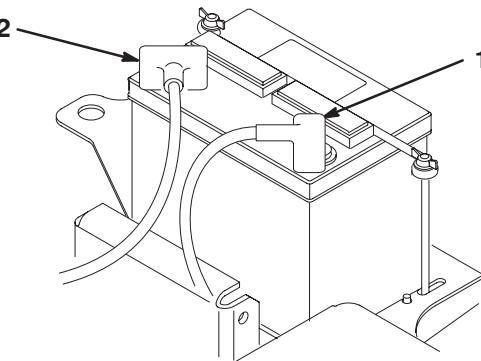

Figure 9
- Branchez le câble de batterie positif (rouge) entre le solénoïde de démarreur et la borne positive (+) de la batterie (Fig. 9). Serrez-le avec une clé et enduisez la borne de vaseline. Vérifiez que, lorsque le siège est en position extrême arrière, il n'est pas en contact avec le câble car il risquerait de l'user ou de l'endommager.